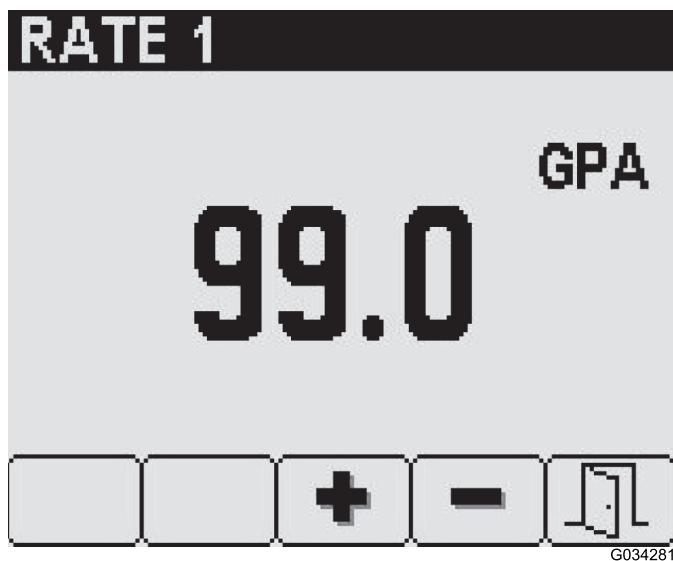

Рисунок 8
3. На экране выбранной нормы внесения установите требуемое значение с помощью кнопок 3 и 4 (Рисунок 8).